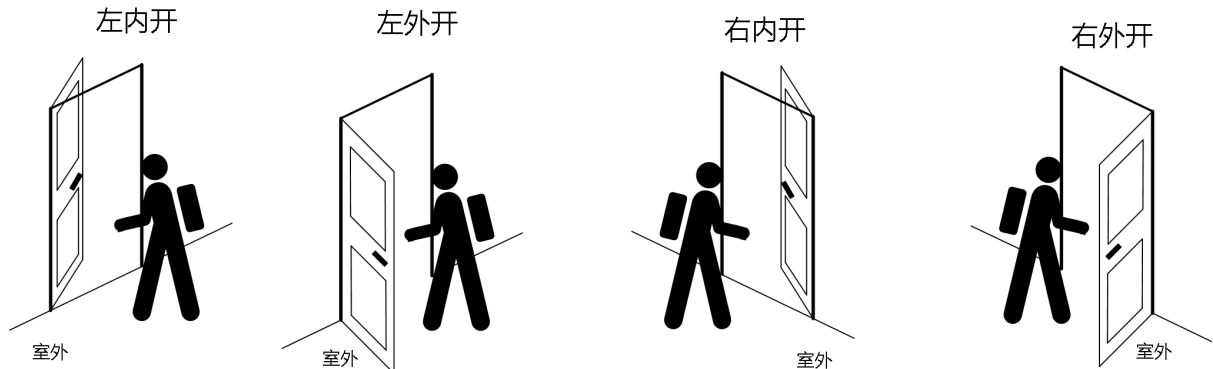

图 3-2 开门方向示意
- a. 安装前请先确认所安装门的开门方式 (左内开, 左外开, 右内开, 右外开, 如图 3-2), 检查是否与门锁包装说明一致。不同开门方式所要求的锁舌方向, 把手方向不同, 一旦开门方式与包装不一致, 会导致无法正常安装;